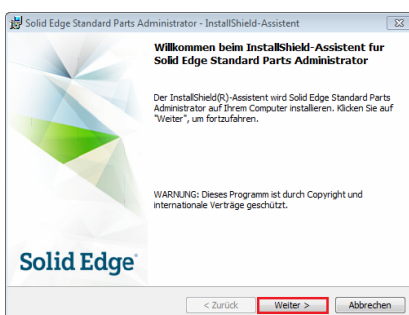
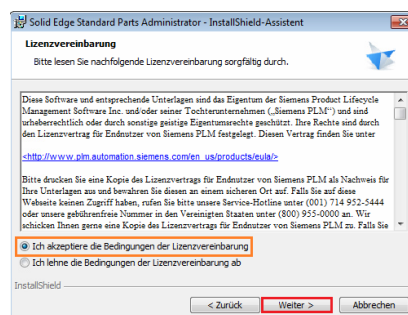
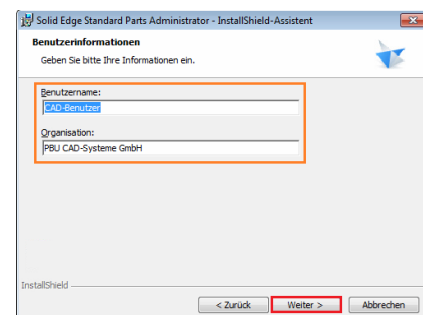

Abbildung 3
Abbildung 4
Abbildung 5
- 3.3. Fahren Sie mit der Installation fort (Abb. 3), akzeptieren Sie die Lizenzbedingungen (Abb. 4) und geben Sie Benutzernamen und Firmennamen – optional – ein. (Abb. 5)
- 4.2. Bestätigen Sie die nächsten 3 Fenster wie schon unter *Punkt 3.3.* beschrieben. (Abb. 3,4,5)